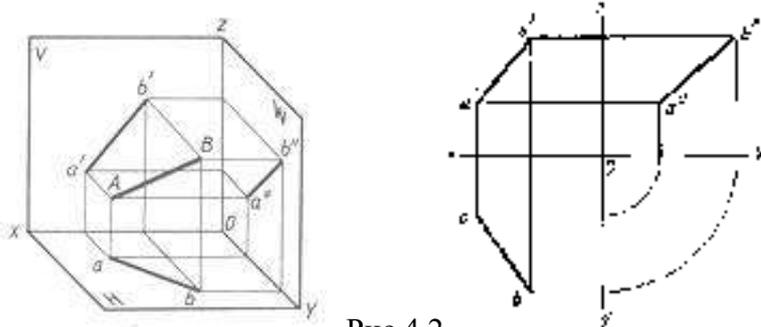

Рис.4.2
1. По заданным в табл. 4.2 координатам построить наглядное изображение отрезка прямой АВ, CD и MN и эюр (рис.4.2).